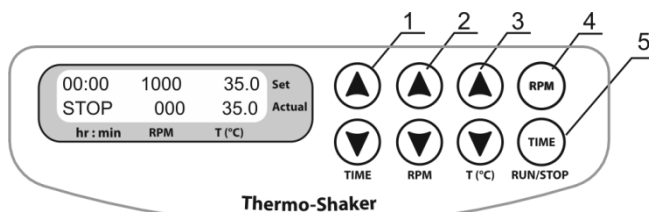
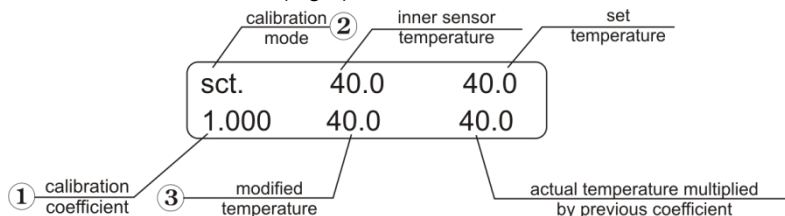

Fig.3 Panneau de configuration
Fig. 5 Panneau de configuration en mode de calibrage
- 4.3. **Réglage de la durée (TIME).** Utilisez les touches **TIME ▲** et **▼** (Fig. 3/1) pour programmer l'intervalle de durée de travail souhaitée en heures et en minutes (intervalle d'incrémentación de 1 min). Appuyez sur la touche pendant plus de 3 secondes pour augmenter l'incrémentación.
- 4.4. **Réglage de la vitesse (RPM).** À l'aide des touches **RPM ▲** et **▼** (Fig. 3/2), programmez la vitesse requise (intervalle d'incrémentación 10 tpm.). Appuyez sur la touche pendant plus de 3 secondes pour augmenter l'incrémentación.
- 4.5. **Réglage de la température (T °C).** Utilisez les touches **T °C ▲** et **▼** (Fig. 3/3) pour régler la température nécessaire (intervalle d'incrémement de 0,1°C). Appuyez sur la touche pendant plus de 3 secondes pour augmenter l'incrémement.
- 4.7. Appuyez sur la touche **RPM-RUN/STOP** (Fig. 3/4). Le bloc thermostaté se mettra à tourner et l'indicateur du minuteur commencera à décompter l'intervalle de temps (précis à 1 minute près).
- 4.10. Il est possible de redémarrer le minuteur en cours de fonctionnement, si nécessaire. Appuyez une fois sur la touche **TIME-RUN/STOP** (Fig. 3/5) pour arrêter le minuteur. Appuyez de nouveau sur la touche **TIME-RUN/STOP** pour redémarrez le minuteur.
- 5.2. Pour entrer le coefficient de calibrage, maintenez la touche **TIME-RUN/STOP** (Fig. 3/5) appuyée pendant plus de 8 s pour activer le mode de calibrage. Le coefficient de calibrage s'affichera sur l'écran (Fig. 5/1).
- 5.3. Entrez la valeur 1,000 en utilisant les touches **RPM ▲** et **▼** (Fig. 3/3) pour rétablir les paramètres d'usine comme le montre la figure 5/1.
- 5.9. Maintenez enfoncée la touche **TIME-RUN/STOP** (Fig. 3/5) pendant plus de 8 secondes pour activer le mode de calibrage. Les paramètres suivants s'afficheront sur l'écran (Fig.5):
En utilisant les touches **Temp ▲** et **▼** (Fig.3/3), modifiez le coefficient de calibrage (Fig.6A/1) pour que la nouvelle valeur de température (Fig.6A/2) corresponde à la température du capteur autonome. Prenons l'exemple d'un coefficient de calibrage de 0,974 (dans la plage: entre 0,936 et 1,063; intervalle d'incrémentatation de 0,001).
- 5.11. Une fois le calibrage terminé, appuyez une fois sur la touche **RPM-RUN/STOP** (Fig. 3/4) pour sauvegarder les changements et sortir du mode de calibrage.